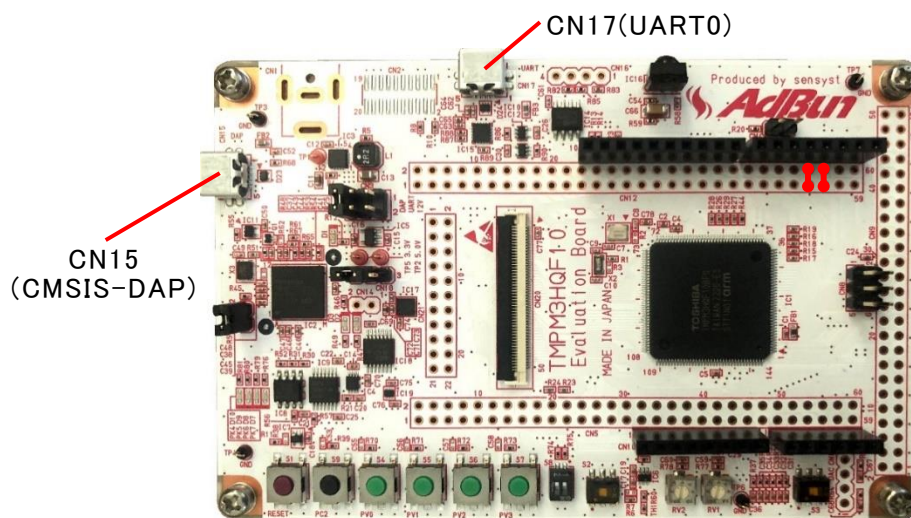

図 1 UART と CMSIS-DAP を USB で接続
PC と接続する(図 1 参照)。
- ⚠ AdBun-M3HQB10B では、CN17 を利用する場合、CN12 のスルーホールの一部をショートする必要があるので注意すること。(図 1 の  の部分)